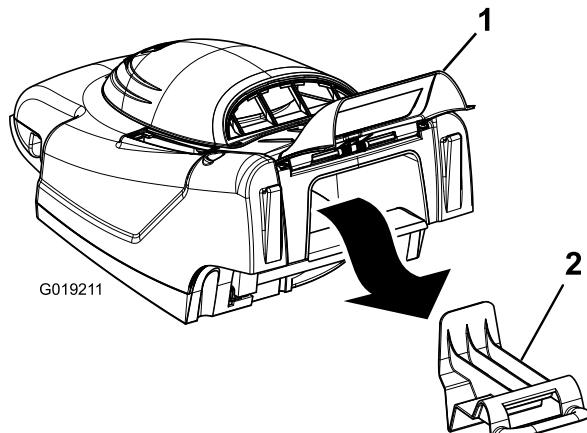

Рисунок 14
- Поднимите заднюю дверцу и снимите заглушку для мульчирования (Рисунок 14).